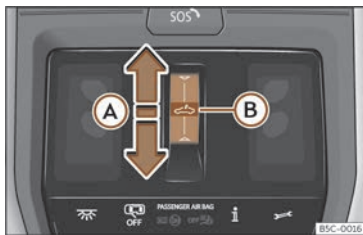

Fig. 82 No revestimento interior do teto: tecla do teito de vidro.
- Movemento automático: deslice o dedo cara atrás sobre a área funcional >>> **fig. 82 (A)**.
adiante sobre a área funcional **fig. 82** **(A)** e manteña premido ata que o teito se peche completamente.